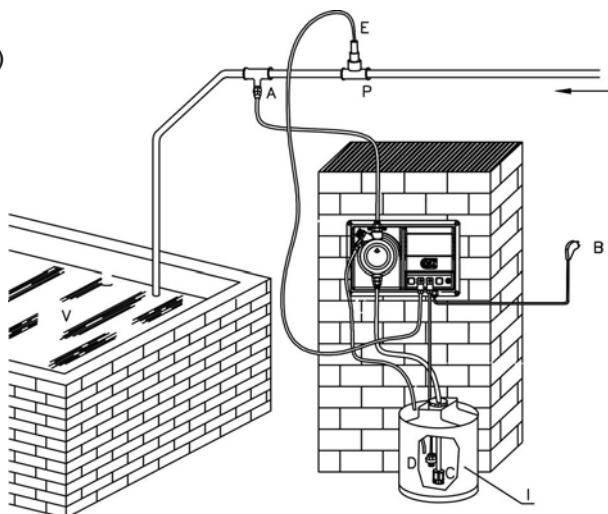

Fig. 19
9.2 - ESQUEMA TIPICO DE INSTALACIÓN (Fig. 19)